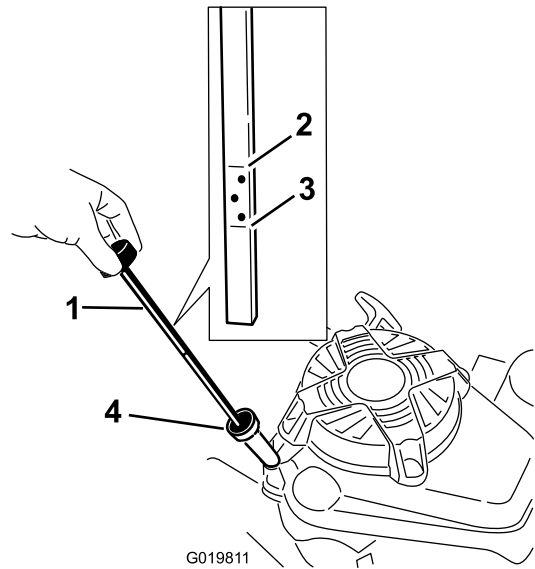

Figura 6
3. Si el cárter está vacío, agregue aproximadamente tres cuartas partes de la capacidad total del cárter por el tubo de llenado de aceite (Figura 6).
6. Observe en la varilla el nivel de aceite (Figura 6).